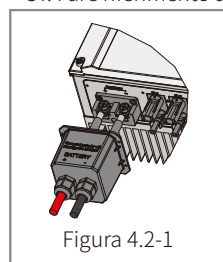

Figura 4.2-1
- Collegamenti batteria: Controllare i collegamenti tra ES e batteria e che le polarità (+/-) non siano invertite. Fare riferimento alla figura 4.2-1.